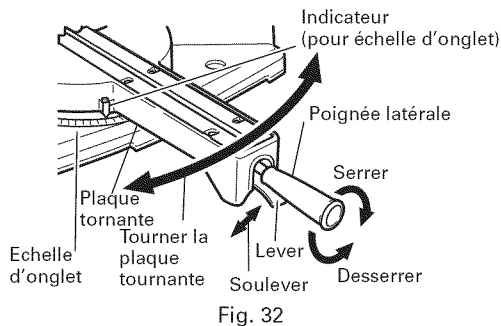
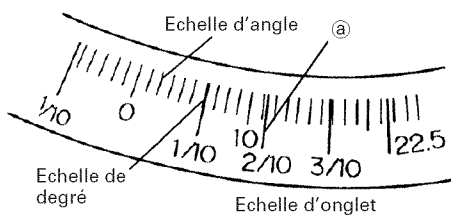

Fig. 32
Fig. 33
- (1) Desserrer la poignée latérale et tirer vers le haut le levier des butées d'angle. Cela fait, régler la plaque tournante jusqu'à ce que l'indicateur soit aligné avec le réglage désiré sur l'échelle de coupe d'onglet (Fig. 32).
- (2) Resserrer la poignée latérale pour fixer la plaque tournante à la position voulue.
- (3) L'échelle d'onglet (Fig. 33) indique à la fois l'angle de coupe de l'échelle d'angle et le degré de l'échelle de degré.
- (4) Le degré, qui est le rapport de la hauteur sur le socle de la section triangulaire à retirer, pourra être utilisé pour régler l'échelle d'onglet à la place de l'angle de coupe, au besoin (voir Fig. 33).
- (5) En conséquence, pour couper une pièce à un angle de 2/10, régler l'indicateur sur la position a, comme indiqué à la Fig. 33.